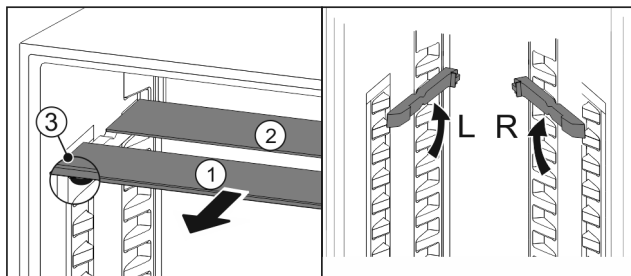

Fig. 83
- ▶ Steklene plošče posamično izvlecite Fig. 83 (1) naprej.
- ▷ Steklena plošča Fig. 83 (1) z okrasno letvijo je spredaj.
- ▷ Zaustavljalniki Fig. 83 (3) so obrnjeni navzdol.